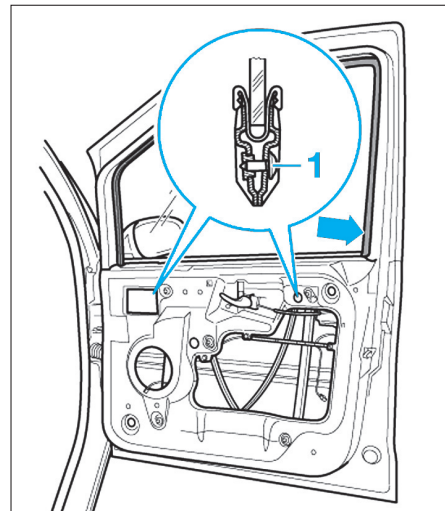

Fig. 58
- Desserrer les mâchoires de serrage, enfoncer la glace de porte dans le guide-glace (flèche) et serrer les mâchoires de serrage avec les vis à 0,8 daN.m (Fig.58).